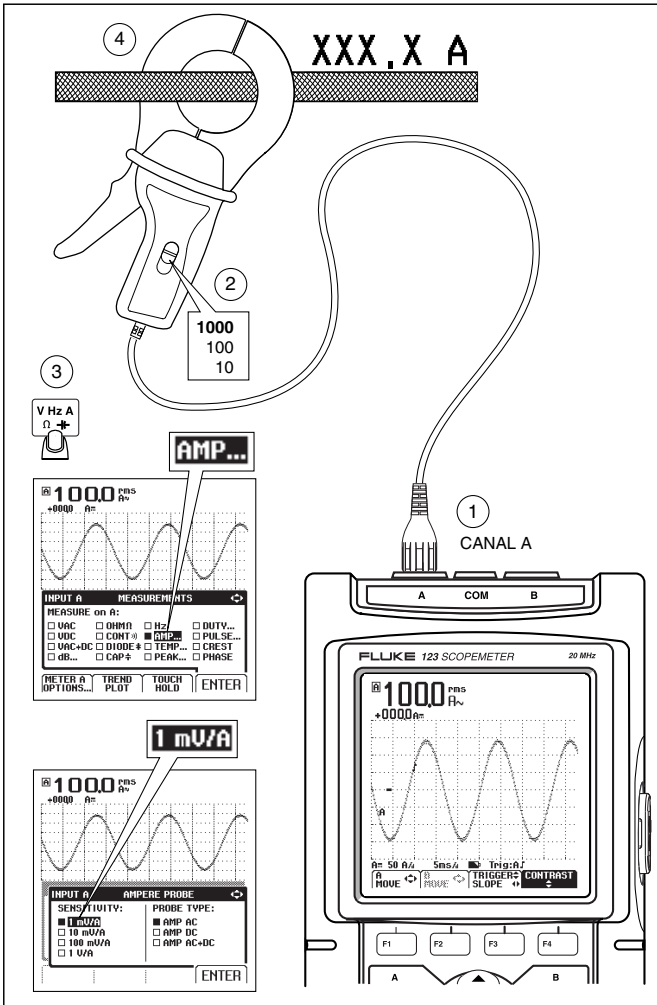

Figure 3. Configurations d'un ScopeMeter
1. Appuyez sur  (représenté sur la figure 3).
Des exemples de configuration avec un oscilloscope ScopeMeter ou une sonde Current Probe sont présentés sur la figure 3.